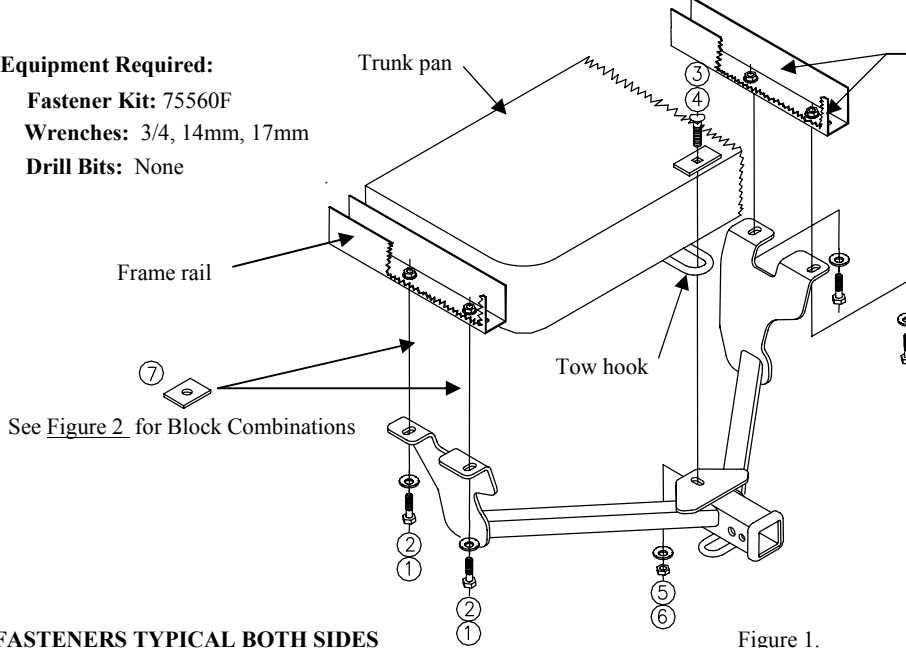

Figure 1.
①	Qty. (4)	Bolt M10 X 1.25 X 40mm	⑤	Qty. (1)	Conical Washer 1/2"
②	Qty. (4)	Conical Washer 3/8"	⑥	Qty. (1)	Hex Nut 1/2"-13
③	Qty. (1)	Carriage Bolt 1/2"-13 X 1-3/4"	⑦	Qty. (4)	Block (Small)
④	Qty. (1)	Block (Large)
5. Block locations vary by vehicle model. Attach with block combination that fills gaps between hitch brackets and vehicle frame. Install fasteners as shown in Figure 1.
7. Reinstall (4) muffler hangers.
①	Qté. (4)	Boulon M10 X 1,25 X 40 mm	⑤	Qté. (1)	Rondelle conique 1/2"
②	Qté. (4)	Rondelle conique 3/8"	⑥	Qté. (1)	Écrou hexagonal - 1/2"-13
③	Qté. (1)	Boulon de carrosserie 1/2"-13 X 1-3/4"	⑦	Qté. (4)	Bloc (petit)
④	Qté. (1)	Bloc (grand)
5. L'emplacement des blocs varie selon le modèle du véhicule. Fixez avec la combinaison des blocs qui remplit l'espace entre les supports d'attelage et le châssis du véhicule. Installez les fixations comme illustré à la Figure 1.
7. Remplacez les (4) patères du silencieux.